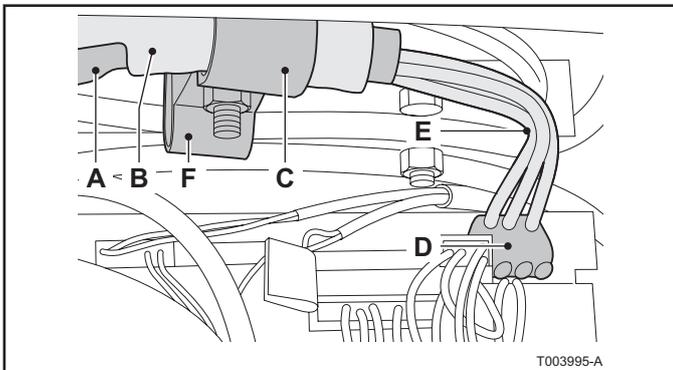
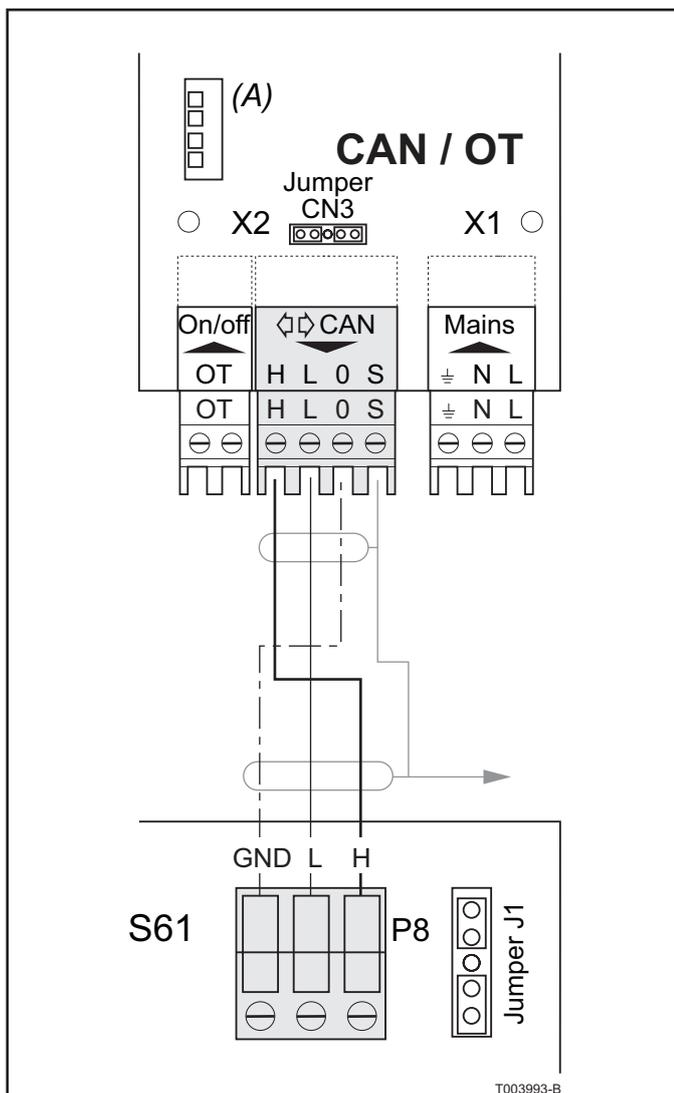
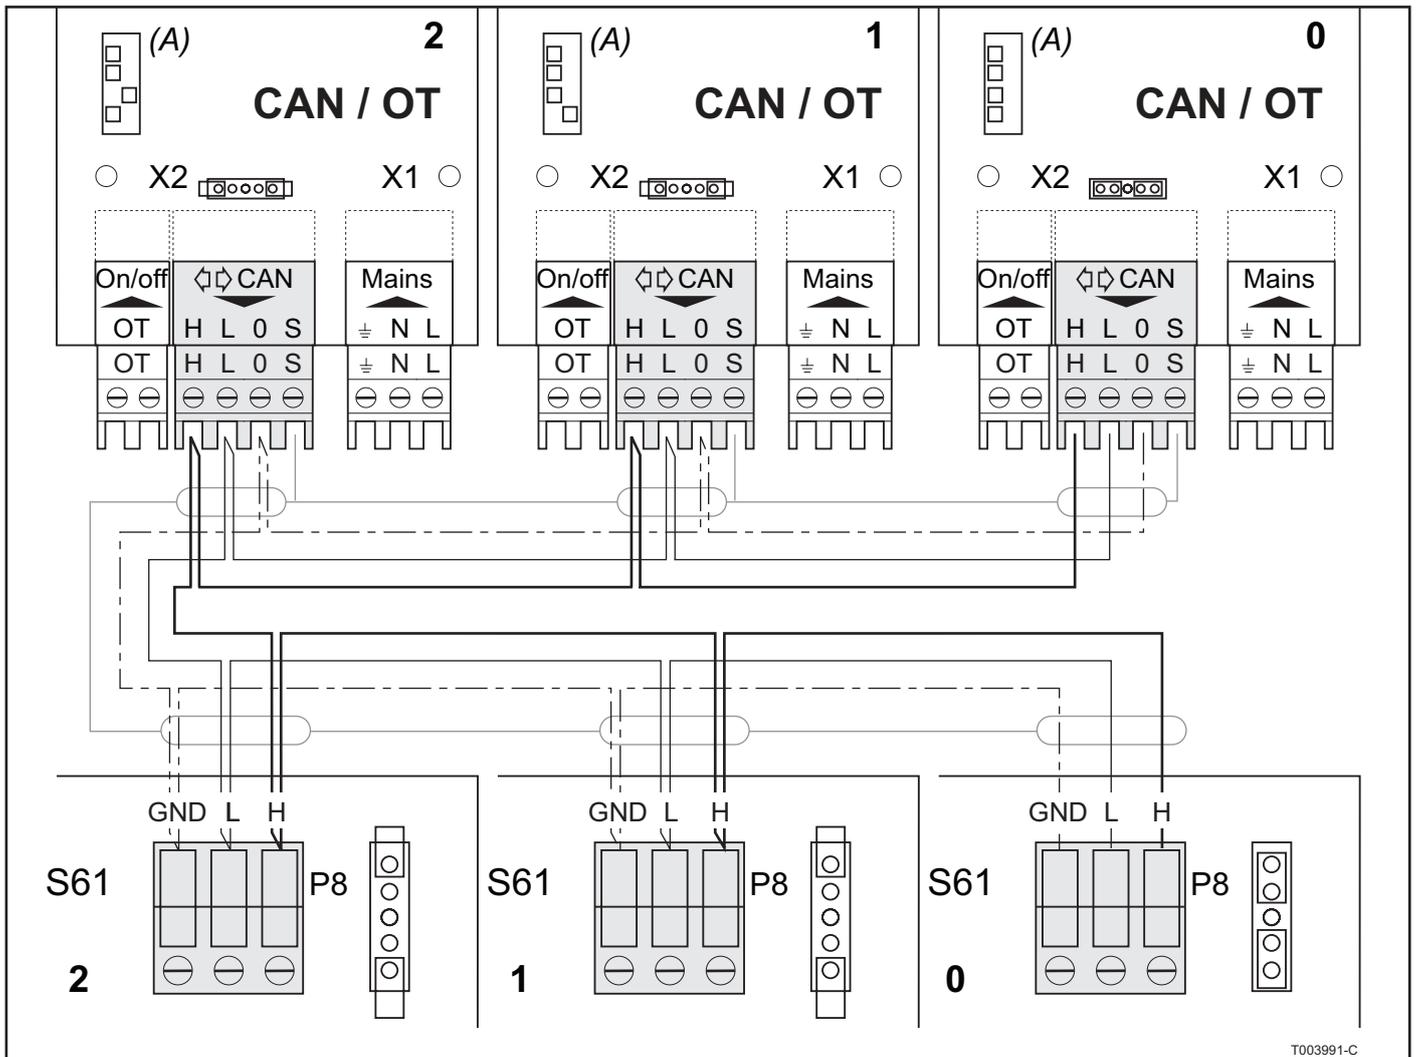

Fig. 06 Conexión de cable de bus CAN (nodo final) a la placa de circuitos impresos de la bomba de calor Gas HP
Fig. 07 Conexiones en la interfaz CAN-OpenTherm y la placa de circuitos impresa Gas HP (dos nodos)
Fig. 08 Conexiones en la interfaz CAN-OpenTherm y la placa de circuitos impresos Gas HP (varios nodos)
- D Conector para unir los cables de bus CAN (consulte la Fig. 07 y la Fig. 08)
- E Cables (3) para el cable de bus CAN
3. Si el cable utilizado es demasiado fino para que se sujete en el soporte de cables (consulte C en la Fig. 06), aumente su grosor enrollando cinta aislante alrededor de la funda del cable situada junto a la parte pelada (hasta un diámetro máximo de 12-13 mm aproximadamente).
4. Retire la protección sobre la funda del cable y utilice cinta aislante para fijar el extremo de la protección que se ha retirado (consulte la Fig. 06 (A)).
5. Si la bomba de calor es un nodo final de la red, conecte los tres hilos de color al conector naranja tal como se muestra para D en la Fig. 06. Conecte los colores correctos en los puntos L, H y GND como se indica en la Tabla 03 y la Fig. 07.
6. Si la bomba de calor es un nodo intermedio, repita los pasos 2 a 5 con una sección diferente de cable, de modo que haya dos cables disponibles con la funda del cable retirada en un extremo. Trece siempre los dos hilos del mismo color y, a continuación, conéctelos al conector naranja tal como se muestra para D en la Fig. 06 y en la Fig. 08.
7. Utilice el soporte de cables para fijar los cables del bus CAN a la parte superior del interior del panel eléctrico, de modo que la funda del cable plegada se encuentre en contacto directo con el soporte de metal (consulte la Fig. 06 C y F). El soporte debe mantener los cables en su sitio firmemente cuando se tire de estos.
- A. Si la bomba de calor Gas HP es un nodo final de la red (tres hilos conectados al conector naranja en la unidad de control), ajuste el puente como se indica en la Fig. 07.
- B. Si la bomba de calor Gas HP es un nodo intermedio de la red (seis hilos conectados al conector naranja en la unidad de control), ajuste el puente como se indica para los dispositivos 1 y 2 en la Fig. 08.
2. Los puentes de la interfaz CAN-OT deben ajustarse como se indica en la Fig. 07. La interfaz CAN-OT es un nodo final.
- Conecte el cable al conector **X2** como se indica en la Fig. 07. Preste atención a las marcas del conector donde **GND** debe conectarse a **O**.